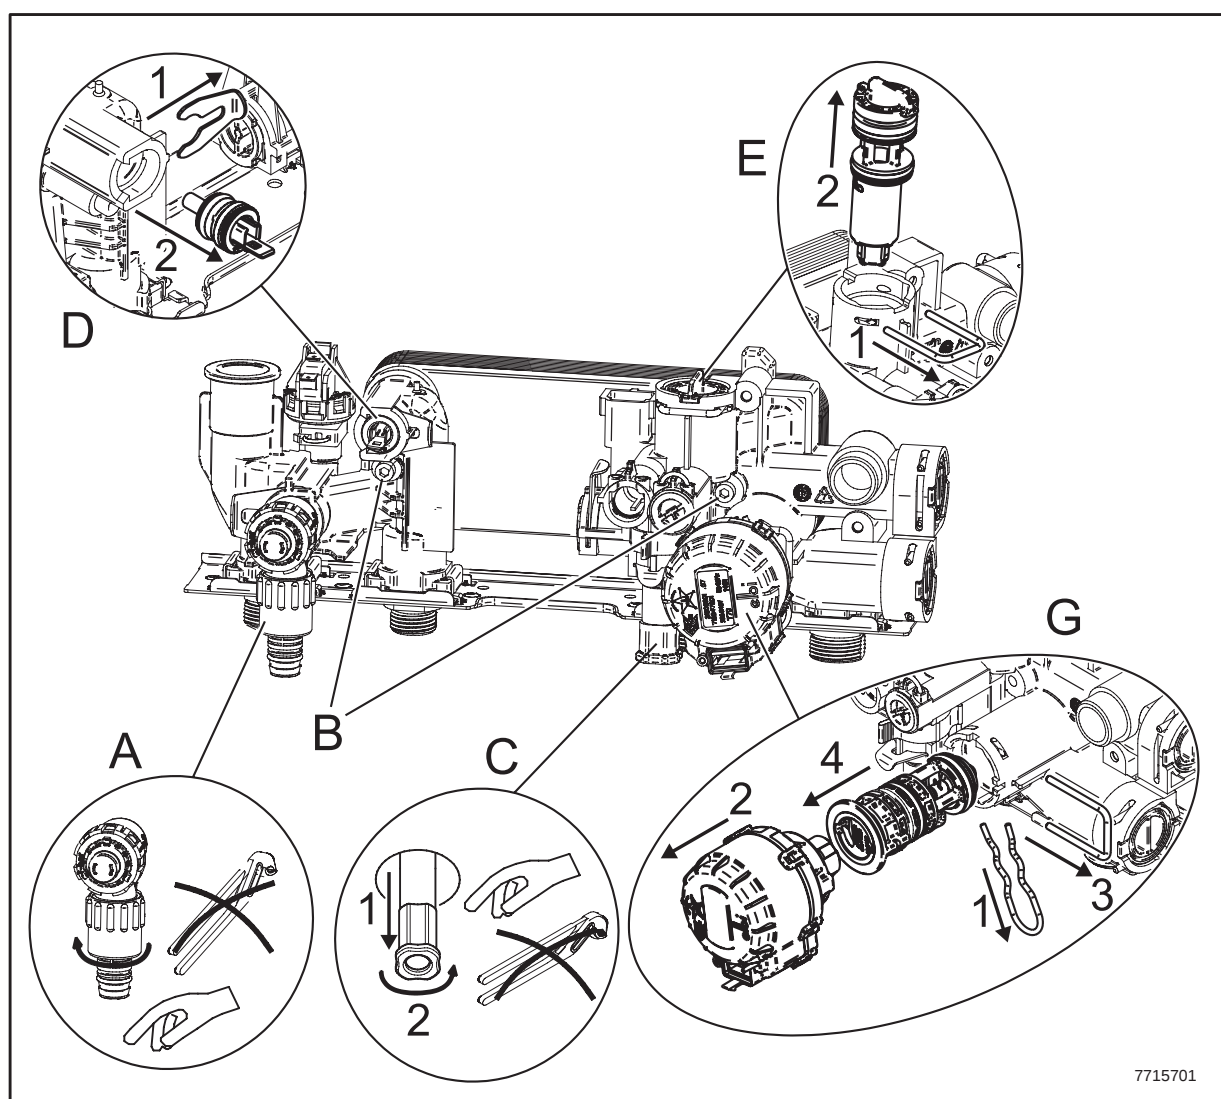

Figure 16
Le filtre de l'eau sanitaire est situé dans une cartouche amovible, sur l'entrée de l'eau froide (E) (figure 16). Pour le nettoyage des filtres, procéder comme cela est indiqué ci-après :
- enlever le clip 1E de la figure 16;
- enlever le filtre (2E fig 16);